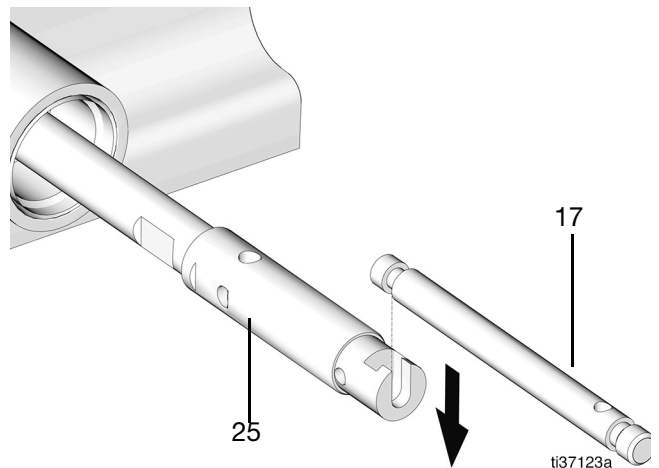

Рис. 60
15. Поместите лопаточный шток (17) в паз поршня насоса (25) (Рис. 60).